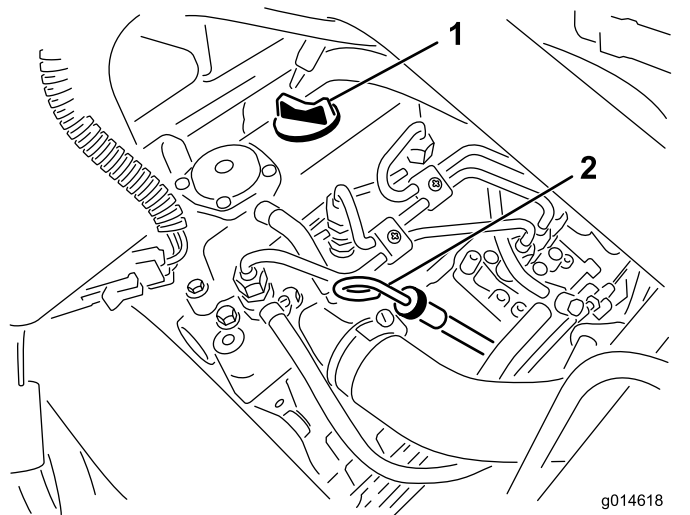

Figura 28
2. Togliete l'asta di livello ed asciugatela con un panno pulito (Figura 28). Inserite l'asta di livello nel tubo, assicurandovi che sia inserita fino in fondo. Estraiete l'asta di livello dal tubo e controllate il livello dell'olio. Se il livello dell'olio è basso, togliete il tappo di riempimento dal coperchio della valvola e versate **lentamente** una quantità di olio sufficiente ad alzarne il